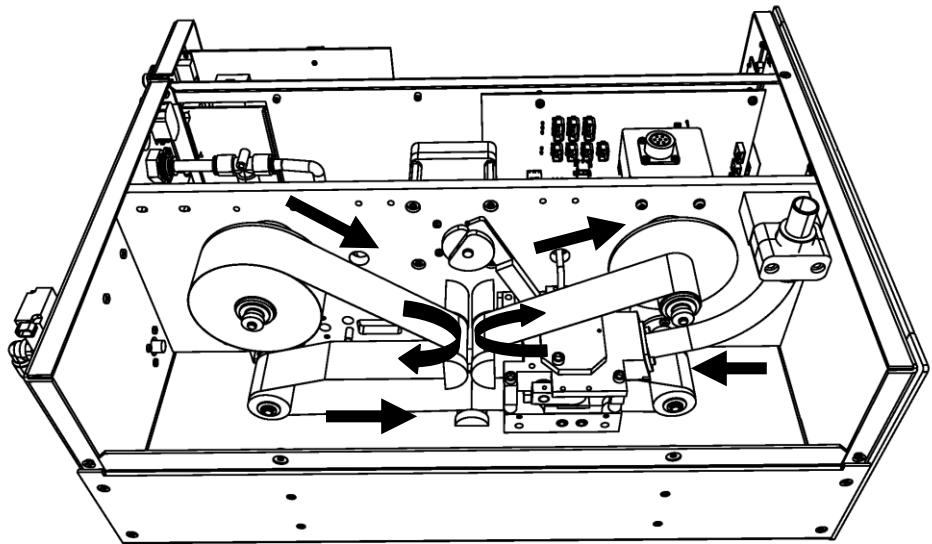

Abb. 5-5. Filterband tauschen
6. Verlegen Sie das Filterband wie in Abb. 5-5 dargestellt.